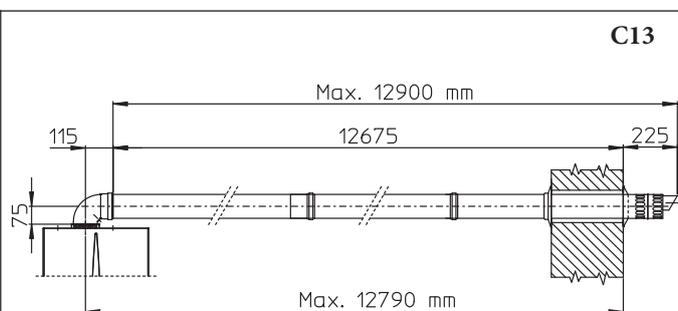

Fig. 1-15
- Prolunghe per kit orizzontale \varnothing 60/100 (Fig. 1-15). Il kit con questa configurazione può essere prolungato fino a una *misura max. di 12,9 m* orizzontali, compreso il terminale grigliato ed esclusa la curva concentrica in uscita dalla caldaia. Tale configurazione corrisponde ad un fattore di resistenza uguale a 100. In questi casi è necessario richiedere le apposite prolunghe.